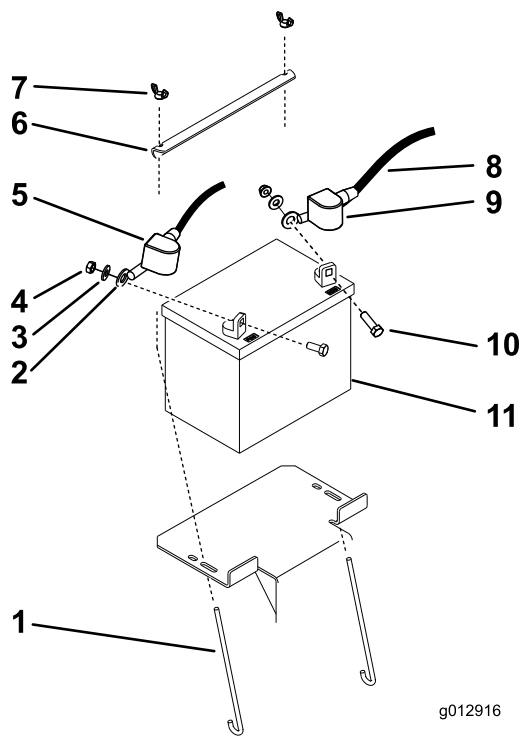

Figura 33
3. Retire la cubierta de goma negra del cable negativo, y desconecte el cable negativo del borne negativo (-) de la batería (Figura 33).
4. Retire la cubierta de goma roja del borne positivo (+) de la batería y retire el cable positivo de la batería (Figura 33).
5. Retire la pletina de sujeción de la batería, y retire la batería (Figura 33).
1. Coloque la batería en la máquina (Figura 33).
2. Fije la batería con la pletina de sujeción de la batería, los pernos en J y las tuercas de orejeta (Figura 33).
3. Conecte el cable positivo (rojo) al borne positivo (+) de la batería con una tuerca, una arandela y un perno (Figura 33).
5. Conecte el cable negativo de la batería y el cable de tierra al borne negativo (-) de la batería con una tuerca, una arandela y un perno (Figura 33).